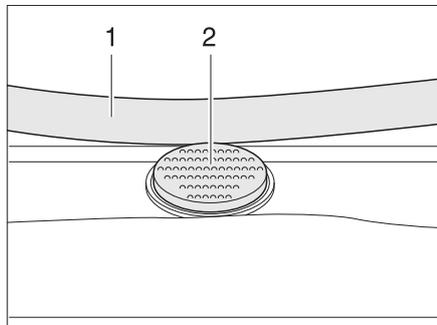

Bild 18 Sicherheitsknopf an der Kipp-Dachhaube (Abb. ähnlich)
- Den Sicherheitsknopf (Bild 18,2) drücken und den Bügel (Bild 18,1) mit beiden Händen nach unten ziehen.
- Den Bügel mit beiden Händen nach oben drücken, bis der Bügel oberhalb des Sicherheitsknopfes (Bild 18,2) liegt.